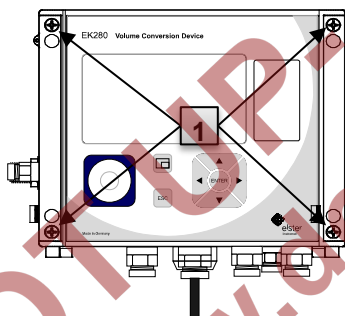

Imagen 23
1. Cierre la carcasa con los cuatro tornillos previstos (Imagen 23/1).